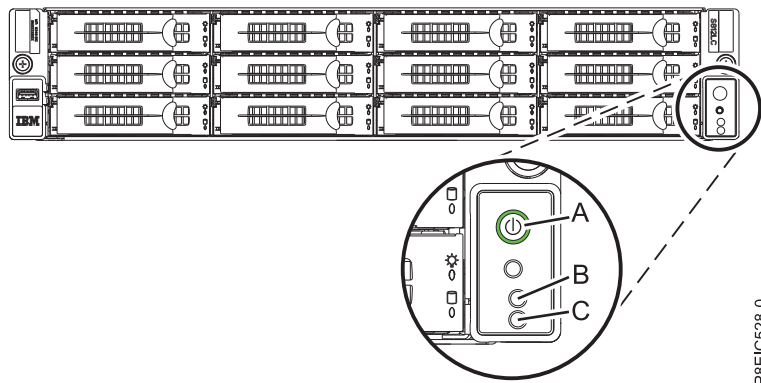

Figura 45. Botón de encendido
- El LED de encendido, tal como se muestra en Figura 45, está parpadeando. Una luz que parpadea indica la alimentación en espera para la unidad.
3. Pulse el botón de encendido (A) que se muestra en Figura 45. La luz de encendido deja de parpadear y permanece encendida, lo que indica que la alimentación del sistema está encendida. Los ventiladores de refrigeración del sistema funcionan a alta velocidad, y después de, aproximadamente unos 30 segundos, vuelven a la velocidad de funcionamiento.